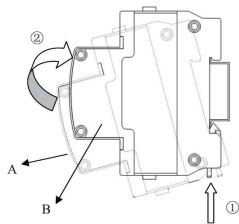

图 1
安装：1）将图1中产品（A所示位置）的卡簧卡在导轨上，同时按照箭头①所示方向将产品向上提；